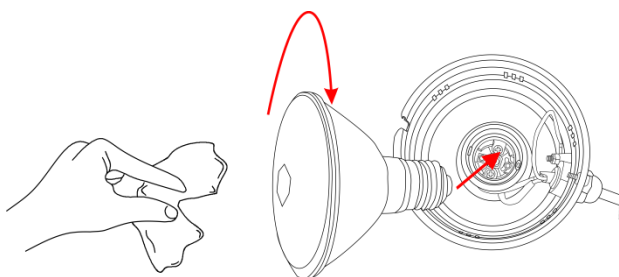

Fig. 05
- 04) Inserire la lampada (Fig. 05).